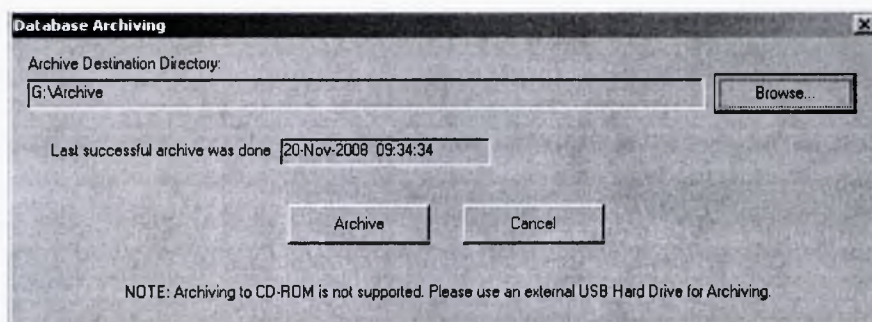

Figure 7.6 – Окно Database Archiving (Архивация базы данных)
2. На вкладке **Utilities (Утилиты)**, **Database Maintenance (Управление базой данных)** нажмите кнопку **Archive (Архивировать)**. Появится диалоговое окно Database Archiving (Архивация базы данных) (Рисунок 7.6). В нем указана дата последней успешной архивации.